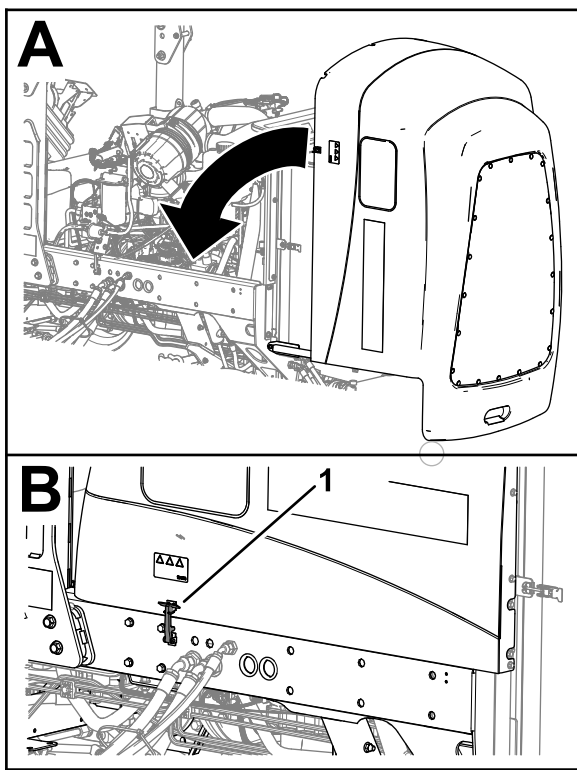

**Figura 61**
1. Gire cuidadosamente el capó para cerrarlo (Figura 61).